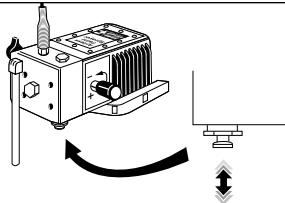

Figura 5 - Aperte o botão da válvula de saída
- Pressione o botão Outlet três vezes para certificar-se de que a válvula de saída esteja funcionando bem (veja a Figura 5).